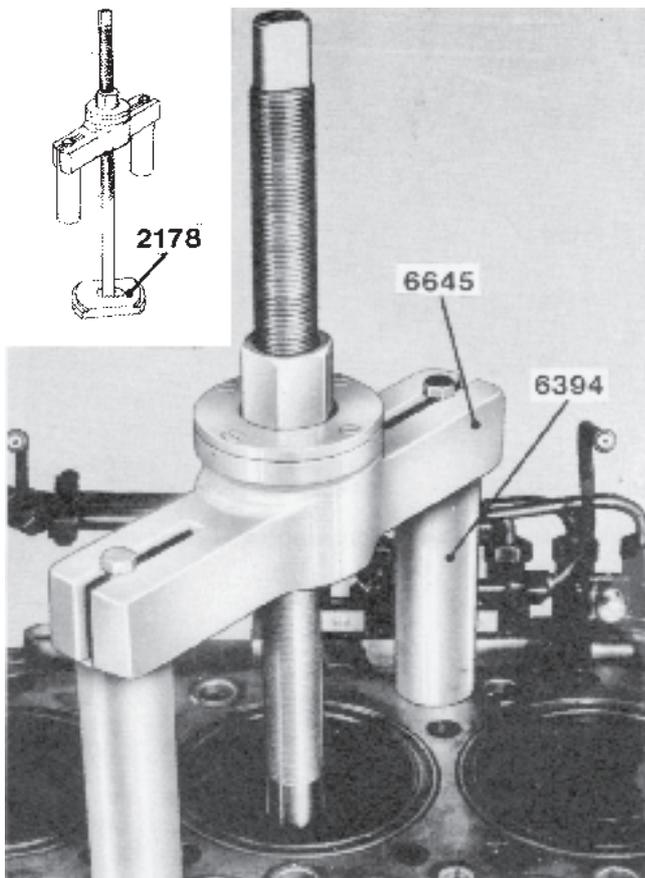

Fig. 64. Démontage de chemise de cylindre, série 70
- Déposer les chemises. Employer l'arrache-chemise 6645, les deux jambes d'appui 6394 avec la plaque d'extraction 6087 pour la série 60 et 2178 pour la série 70. Voir la figure 64. Enlever les bagues d'étanchéité.